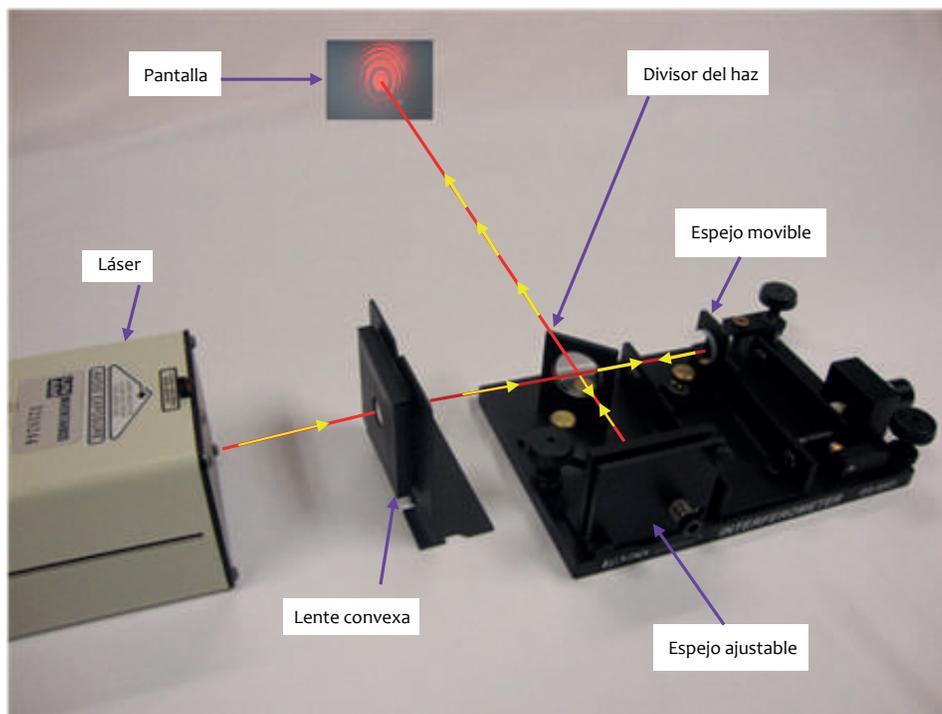

Figura 6.3. Componentes básicos del interferómetro de Michelson
- a) El profesor explicará el principio de funcionamiento de los componentes básicos del interferómetro de Michelson (figura 6.3).